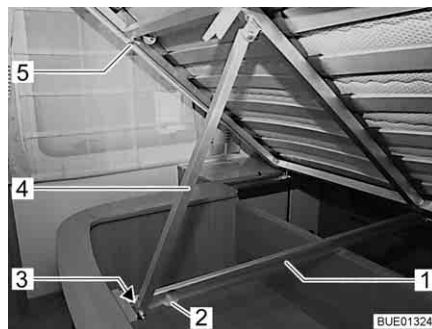

Fig. 127 Cama fixa
- Levante o estrado (Fig. 127,5) e empurre-o para cima, até que o apoio (Fig. 127,4) na calha de guia (Fig. 127,1) tenha sido movido até ao fim (Fig. 127).
- Levante o estrado (Fig. 127,5) empurrando para trás o apoio (Fig. 127,4) na extremidade inferior. Preste atenção para que o rolete de deslize (Fig. 127,3) na extremidade do apoio junto da abertura para o retirar (Fig. 127,2), não salte para fora da calha de guia (Fig. 127,1).